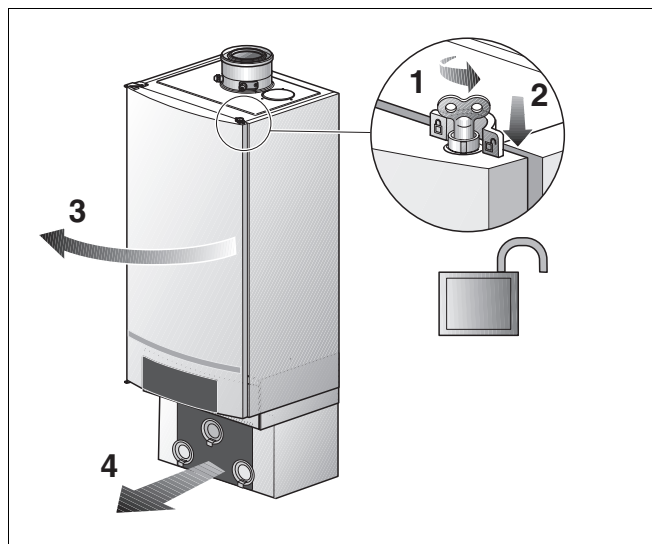

Fig. 104 Åbning af kedeldøren
- Åbn kedeldørens lås ved at dreje udluftningsnøglen en kvart omgang (fig. 104 – 1).
- Tryk låsen ned (fig. 104 – 2), og åbn kedeldøren.